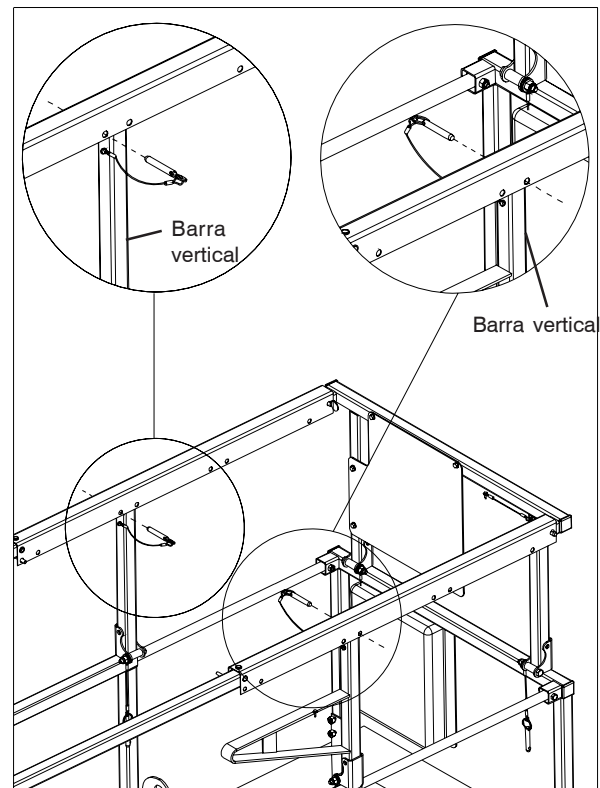

Figura 2-16. Cubierta de extensión manual de posición variable
2. Luego de la retracción o extensión reinserte los pasadores de seguridad. Para impedir desplazamientos accidentales en cualquier dirección de la plataforma de extensión manual mientras la misma viaja o es transportada, inserte el pasador en un costado del equipo delante de la barra vertical y el pasador en el otro costado del equipo detrás de la barra vertical. Para ver un ejemplo de configuración consulte la figura 2-16.